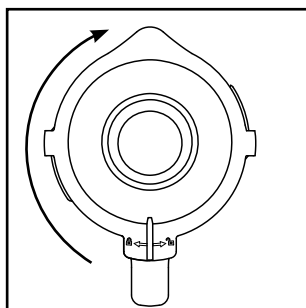

Fig. 2
- 4) Volte a colocar a tampa ❷ desalinhada no copo misturador ❸ e pressione-a firmemente. Feche a tampa ❷, rodando-a no sentido dos ponteiros do relógio, para a posição ❸, até ela encaixar de forma audível (ver fig. 2).